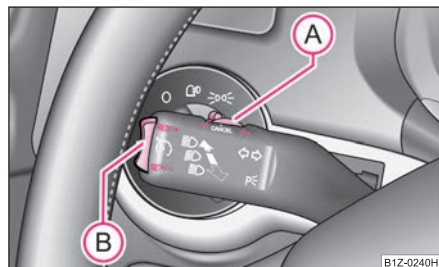

Fig. 138 Palanca de mando: Conmutador del sistema regulador de la velocidad
- Pulsar el conmutador **(A)** ⇒ fig. 138 desplazándolo a la posición **ON**.
- Puede **aumentar** la velocidad memorizada sin accionar el pedal acelerador presionando el balancín ⇒ fig. 138 **(B)** a la posición **RES**.
La **reanudación** de la velocidad memorizada se efectúa al soltar el pedal de freno o de embrague, en vehículos con cambio automático sólo tras soltar el pedal de freno, y después de presionar brevemente el balancín **(B)** ⇒ página 127, fig. 138 a la posición **RES**.
- Pulsar el conmutador **(A)** ⇒ página 127, fig. 138 desplazándolo a la posición **OFF**. ■